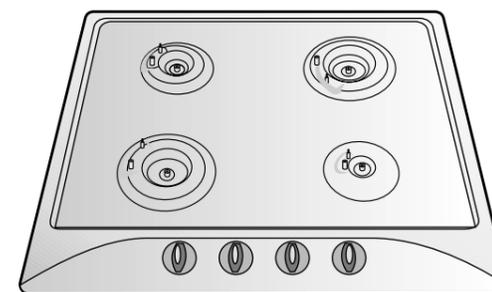

Fig. 27
- Avant de commencer le nettoyage de la table il faut retirer les grilles, les chapeaux et les têtes des brûleurs (fig. 27).